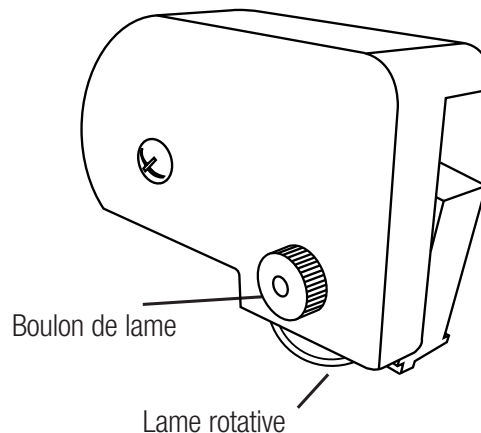

Fig. 34
5. Faites glisser le coupe-papier sur le rail de guidage (**Fig. 34**).